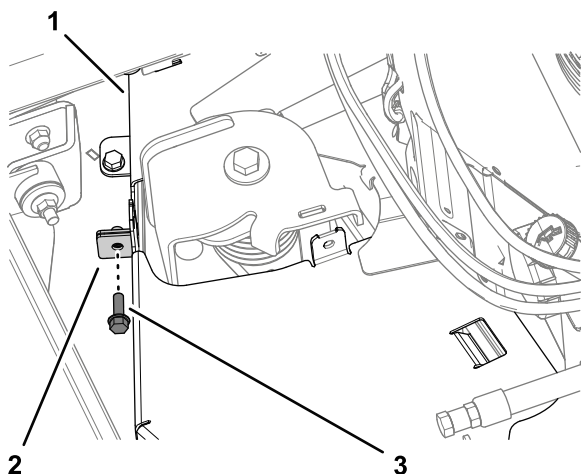

Figura 30
3. Fije las pestañas de la cubierta de la correa con el tornillo con arandela prensada (Figura 30) que retiró en 3 Retirada de la cubierta de la correa izquierda (página 4).